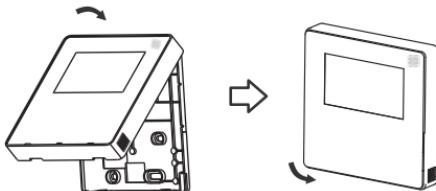

Fig 3-9
- Αφότου προσαρμόσετε το πάνω μέρος αποφύγετε κατά την εγκατάσταση τη σύσφιξη της συνδεσμολογίας. (Fig 3-9)